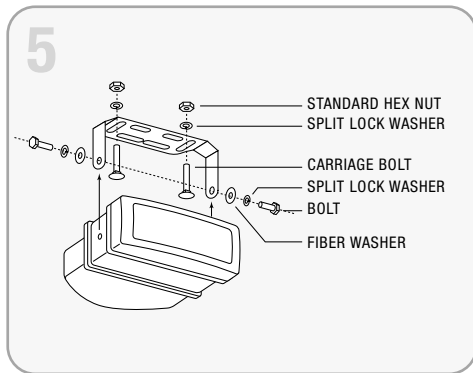

FIGURE 5
- Installez les rondelles dans le bon ordre (voir la FIGURE 5) pour que le phare ne bouge pas une fois installé.